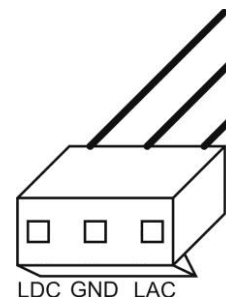

Abbildung 4. Herausführung am Signalausgang.
4. Leitungen des Signalanschlusses am Netzteil PSB 13,8V durchtrennen, Isolierung abnehmen und nach dem Schema an das Modul anschließen. Leitungen Lac, Ldc, GND des Netzteils mit den entsprechenden Buchsen am Automatikmodul verbinden (siehe Abbildung 4).